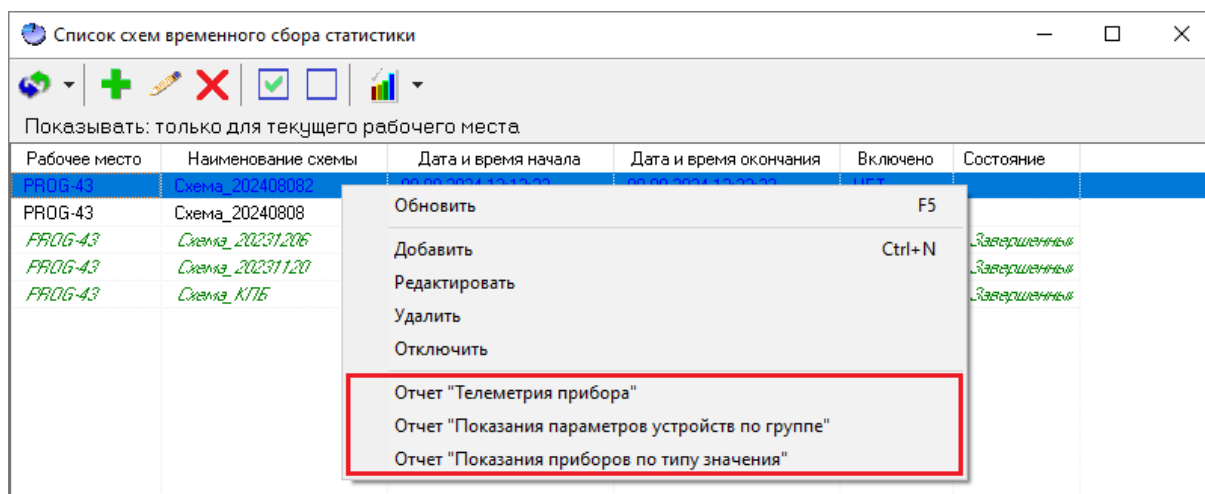

Рисунок 11-156 Варианты отчетов в контекстном меню области списка схем
- либо вызовите контекстное меню области списка схем и выберите в нем необходимый вариант отчета (см. Рисунок 11-156).